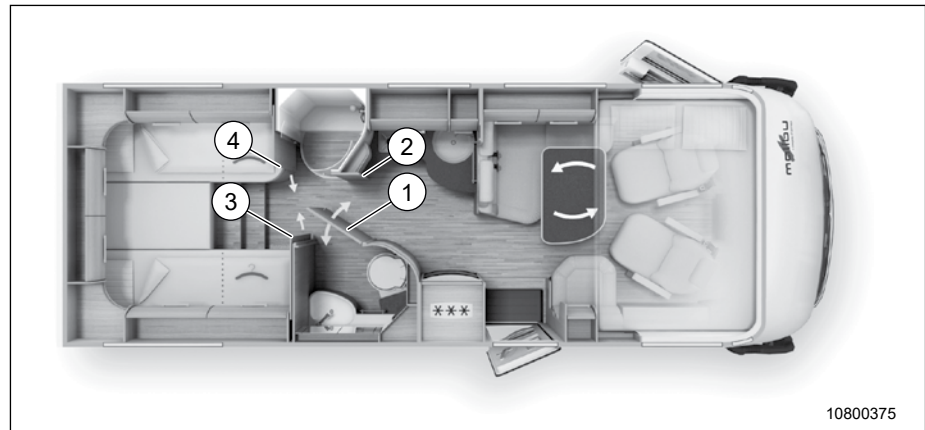

Fig. 75 Création d'un dressing au niveau de salle de bain spacieuse et de la porte simple
1. Ouvrir complètement la porte du cabinet de toilette (Fig. 75, Pos. 1) , la joindre avec la paroi extérieure de la douche (Fig. 75, Pos. 2) et la fermer.
2. Desserrer la sangle de sécurité de la porte coulissante correspondante (Fig. 75, Pos. 3 et 4) .
3. Serrer à fond les vis (Fig. 75, Pos. 3 et 4) Une serrure magnétique ferme les portes coulissantes.